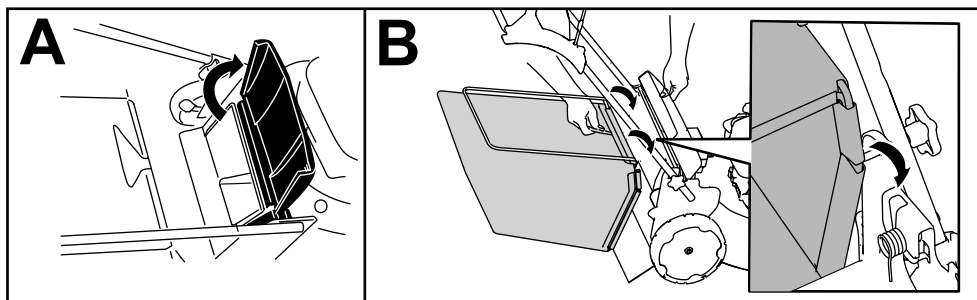

Bild 20
1. Heben Sie das hintere Ablenkblech an und halten Sie es hoch (A in Bild 20).
2. Setzen Sie den Grasfangkorb ein, stellen Sie sicher, dass die Stifte am Fangkorb in den Schlitzen an der Holmhalterung einrasten (B in Bild 20).